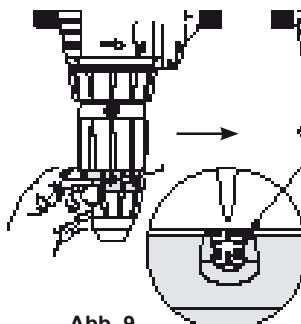

Abb. 9
- Den Blockierring losschrauben (Abb. 9).